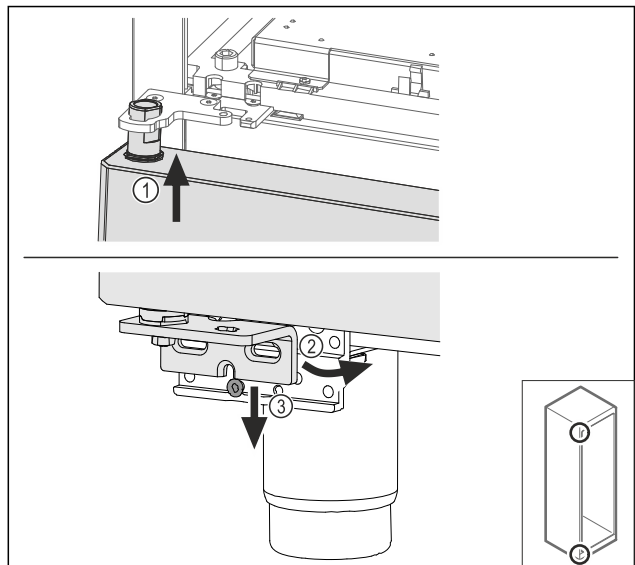

Fig. 68
- Зачепити двері зверху під нахилом Fig. 68 (1), вирівняти двері прямо Fig. 68 (2) і знизу встановити на гвинт Fig. 68 (3) опорного кронштейну.